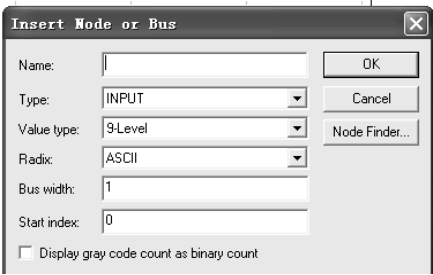

图 5.3.6 “Insert Node or Bus”对话框
(3) 在矢量波形文件中加入输入和输出节点。在波形编辑器左边 Name 列的空白处右击或双击，弹出“Insert Node or Bus”对话框，如图 5.3.6 所示。